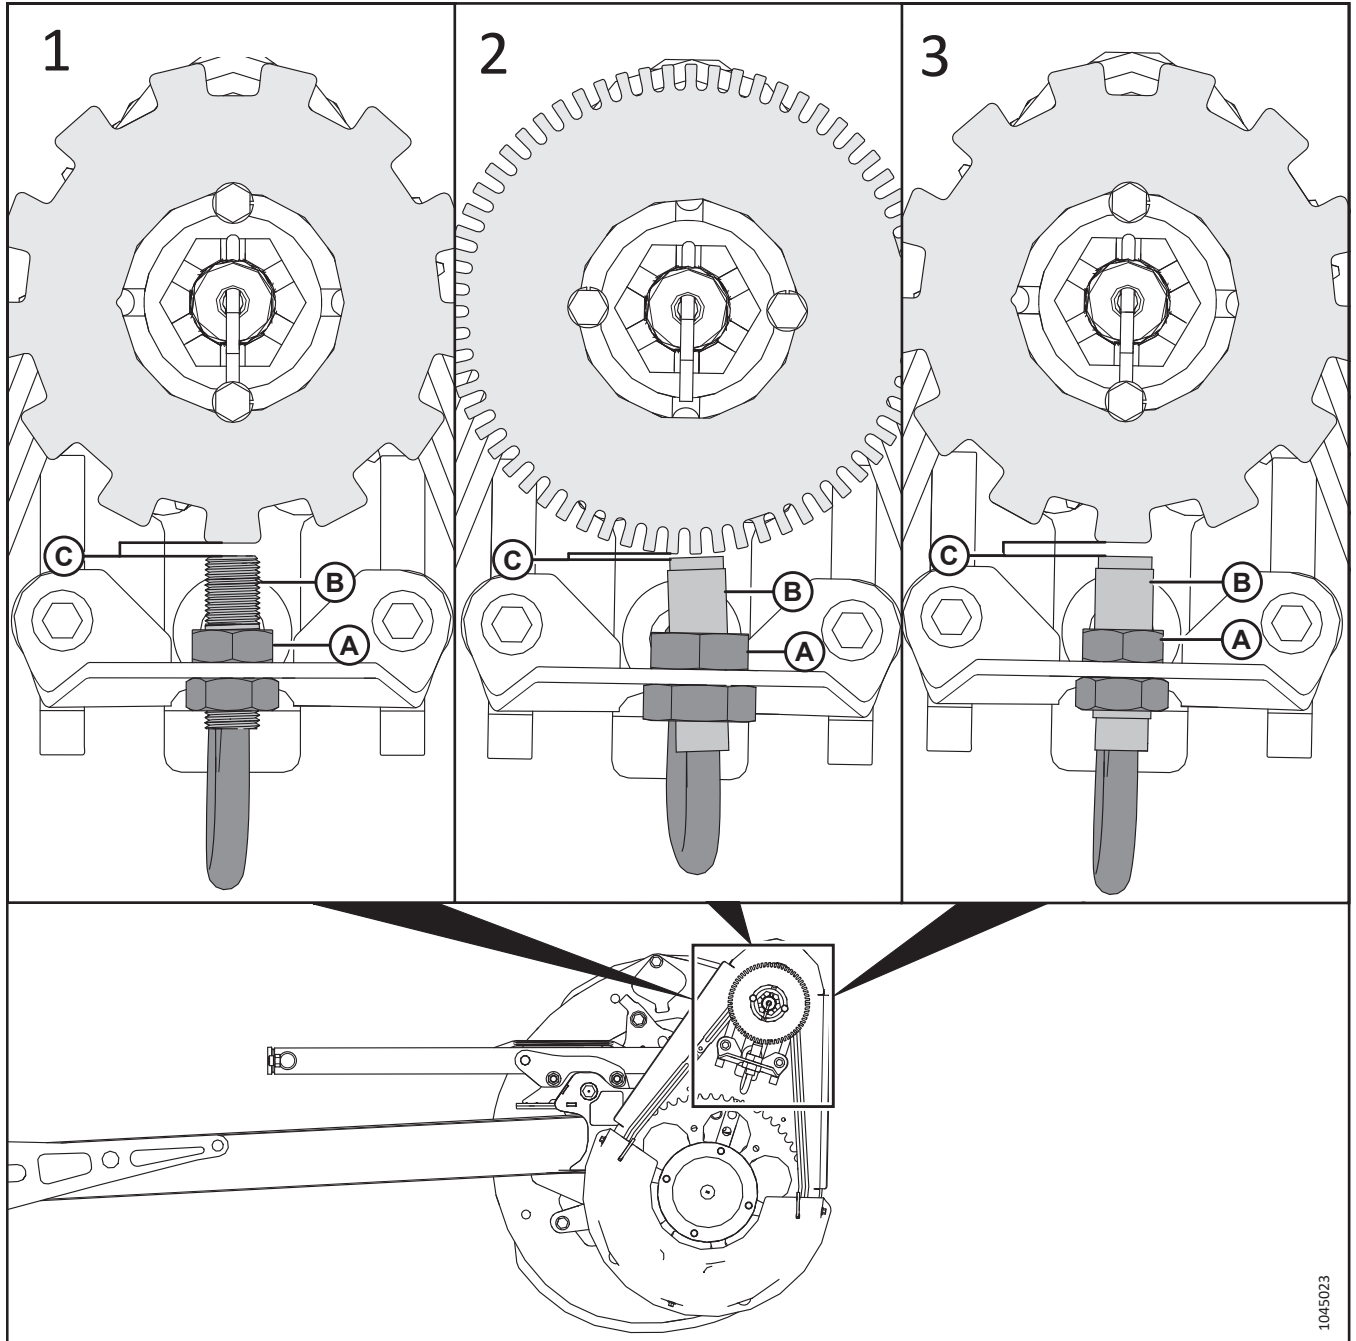

Abbildung 4.335: Haspeldrehzahlsensor- und Scheibenkonfigurationen
6. Die obere Mutter vom neuen Sensor entfernen und den neuen Sensor (B) auf die Halterung setzen. Mit der oberen Mutter (A) sichern.
7. Die Tabelle und die Abbildung 4.335, Seite 483 verwenden, um den Sensortyp für den Mährescher zu bestimmen, und die Sensormuttern so einstellen, dass der Abstand (C) auf die folgende Spezifikation eingestellt wird: